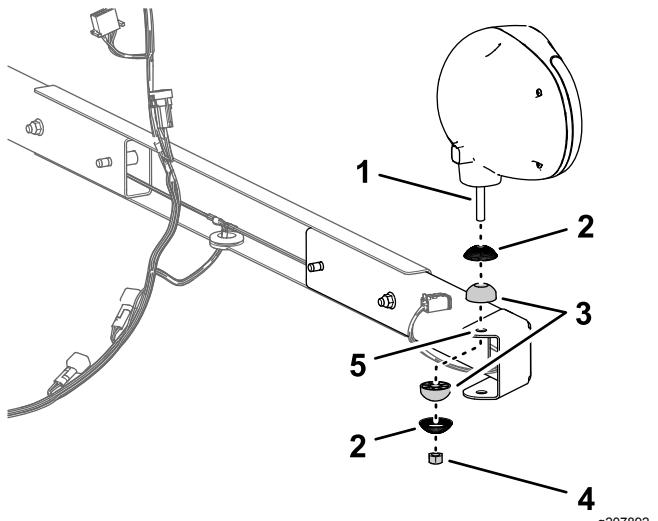

Bild 14
2. Montieren Sie eine gezahnte Hülse und ein kugeliges Gelenk am Bolzen eines Arbeitsscheinwerfers (Bild 14).
3. Montieren Sie den Arbeitsscheinwerfer mit einer gezahnten Hülse, einem kugeligem Gelenk und einer Sicherungsmutter (10 mm) im Loch im Flansch der Befestigung und ziehen Sie den Scheinwerfer mit der Hand an (Bild 14).
1. Montieren Sie die Befestigung für den Arbeitsscheinwerfer und den Stützkanal mit zwei Sicherungsbundmuttern am Rahmen der Bodenplatte, wie in Bild 14 abgebildet.